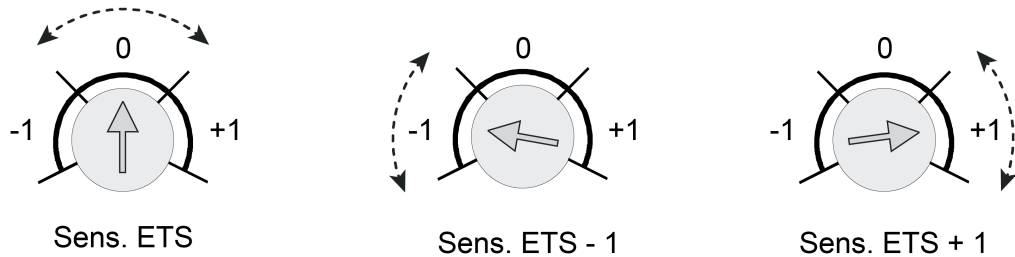

Bild 20: Beispiel zu den Einstellbereichen des Empfindlichkeitseinstellers am Gerät
- (7) Schiebetaster zur Vor-Ort-Bedienung (Einstellung der Betriebsart und Aktivierung des Programmiermodus (siehe Seite 24))
- (8) Empfindlichkeitseinsteller
- (10) Taste "ON" zur Betriebsartenumschaltung und zur Aktivierung des Programmiermodus (siehe Seite 24)
- (11) Taste "OFF" zur Betriebsartenumschaltung
Die Empfindlichkeit der Bewegungserfassung, die ein Maß für die Reichweite der PIR-Auswertung ist, kann getrennt für die beiden PIR-Sektoren in der ETS parametrisiert werden und ist darüber hinaus vor Ort am Gerät nach der Inbetriebnahme veränderbar. Hierzu verfügt das Gerät über den Einsteller (8), der das Verändern der parametrisierten Empfindlichkeitseinstellung aller PIR-Sektoren ermöglicht. Die Empfindlichkeit kann durch den Einsteller um maximal eine Stufe verringert oder erhöht werden (Bild 20).